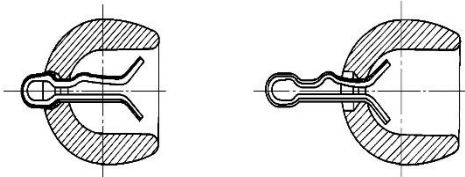

图 5：锁紧位置
3、产品挂到线路上，两端分别与铁塔和导线测连接。产品出厂时锁紧销已处于如图 5 所示锁紧位置，悬挂时用合适的工具把锁紧销拉到如图 5 所示待安装位置，安装完毕后锁紧销必须恢复到锁紧位置，确认绝缘子连接牢固可靠。